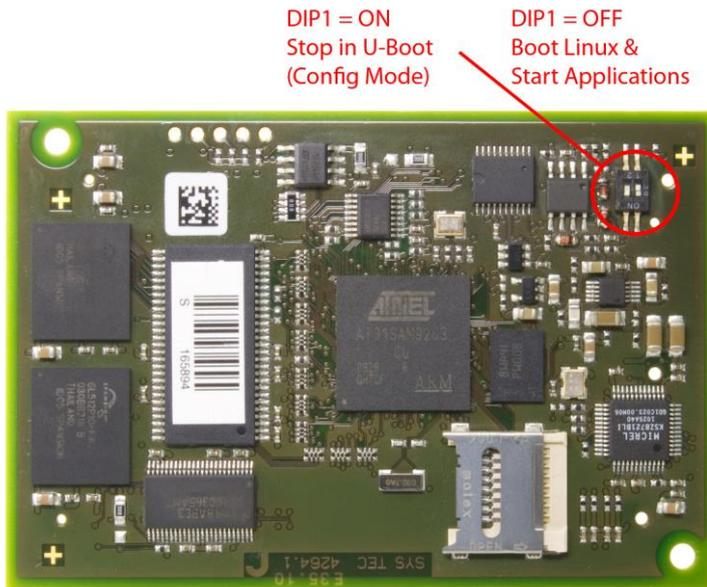

Bild 12: Lage und Bedeutung des DIP-Schalter 1 auf dem PLCcore-9263
- (1) **DIP1 = "On" oder /BOOT = "Low"**      DIP1: siehe Bild 12, /BOOT: siehe Manual L-1261
Bild 12 zeigt die Lage und Bedeutung des DIP-Schalters 1 auf dem PLCcore-9263. Da dieser DIP-Schalter im eingebauten Zustand des Moduls unter Umständen schwer zugänglich sein kann, ist das damit verbundene Portpin des Prozessors parallel dazu auch als Anschluss "/BOOT" am Steckverbinder des PLCcore-9263 verfügbar (siehe Tabelle 5).